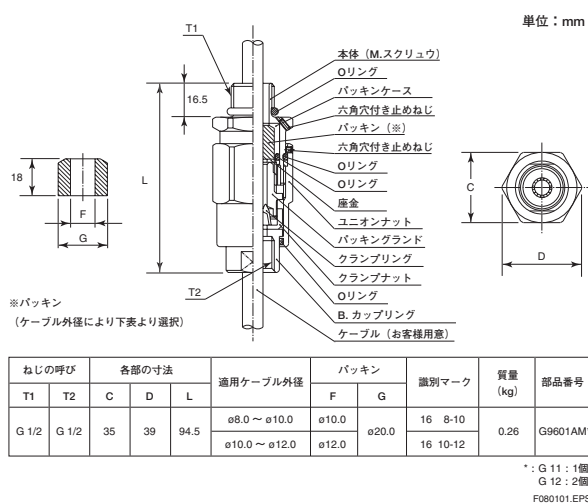

図8.1.1 耐圧パッキン金具
- (c) 2方向の外径の平均値を求め、その値に最も近い内径のパッキンを添付の 2 個の中から選びます(図 8.1.1の表 参照)。